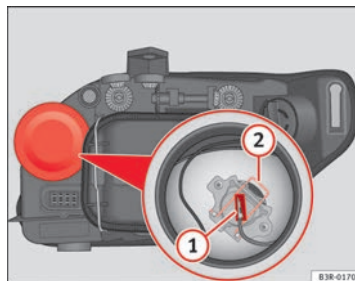

Abb. 192 Fernlicht
- Ziehen Sie den Stecker → Abb. 192 **1** von der Lampe ab.
- Die Haltefeder → Abb. 192 **2** durch Eindrücken und Rechtsdrehung abnehmen.